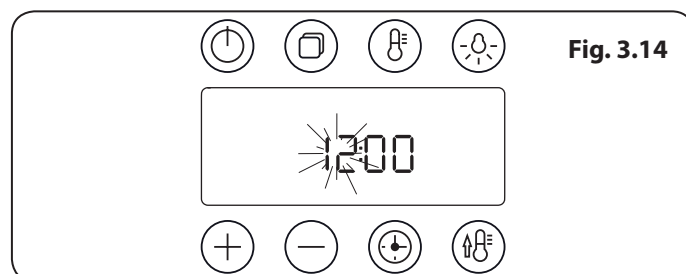

Fig. 3.14
1. Une fois que la cuisinière est connectée et allumée, les heures clignotent sur l'écran (**Fig. 3.14**).